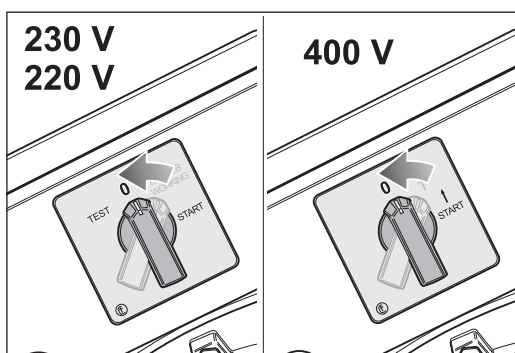

Abb. 25 Zum Ausschalten der Maschine den Schalterknopf auf Position -0- drehen.
- 2 Drehen Sie den Schalterknopf am Motor auf Position -0- (Abb. 25).